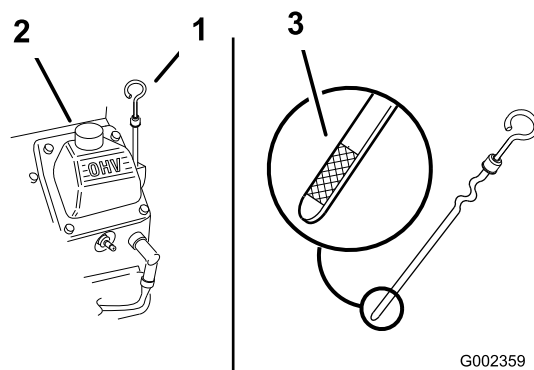

Figura 21
3. Pulite attorno all'asta di livello (Figura 21) in modo che la morchia non possa penetrare nel foro di rifornimento e danneggiare il motore.
4. Svitare l'asta di livello dell'olio e pulitene l'estremità (Figura 21).
5. Inserite a fondo l'asta di livello nel tubo di rifornimento, senza avvitare (Figura 21).
6. Versate lentamente nel tubo di rifornimento (Figura 21) l'80% circa dell'olio indicato.